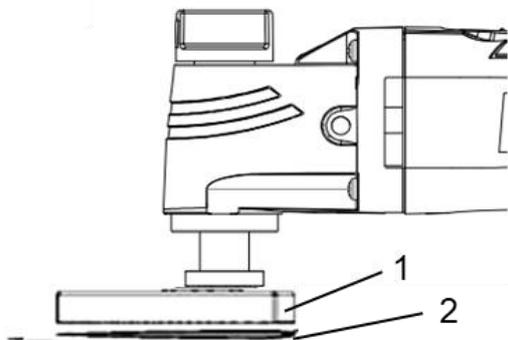

Рис. 2
1. Установите шлифовальную подошву (1) на инструмент (рис. 2).